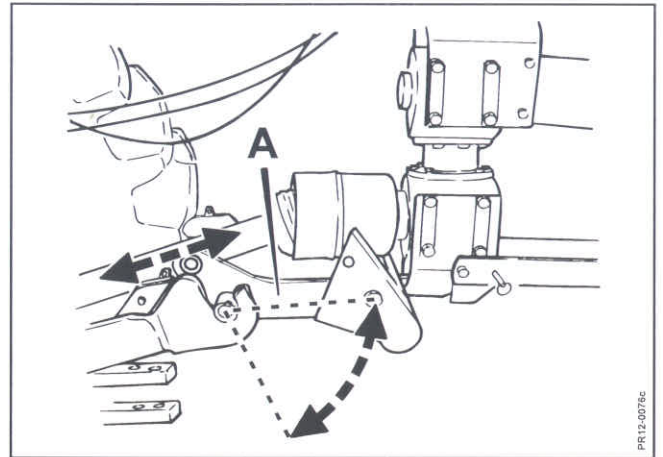

Fig. 2-5
- **ikke i nogen stilling har mindre end 200 mm overlapning** (Her tænkes specielt på situationer hvor sikkerhedstrækket, (TOP SAFE systemets støddæmper), vil udløses f.eks ved påkørsel af sten der sidder fast i jorden, se Fig. 2-5).